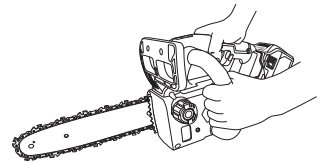

图 3
- a) 紧紧抓住，用拇指和其他手指紧紧握住电链锯手柄，双手放在锯上，身体和手臂的位置要让人能够抵抗反冲力。(图3) 如果采取了妥善的预防措施，操作员是可以控制反冲力的。请勿松开电链锯。